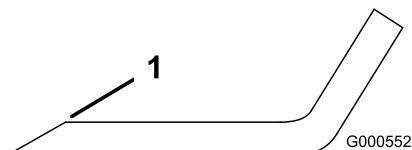
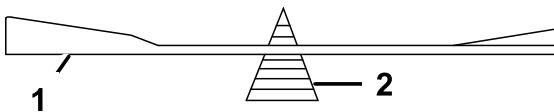

Figure 47
Figure 48
1. Au moyen d'une lime, aiguissez les tranchants aux deux extrémités de la lame (Figure 47). Veillez à conserver l'angle de coupe d'origine. Limez la même quantité de métal sur chacun des deux tranchants pour ne pas déséquilibrer la lame.
- 2. Vérifiez l'équilibre de la lame en la plaçant sur un équilibrEUR (Figure 48). Si la lame reste horizontale, elle est équilibrée et peut être utilisée. Si la lame est déséquilibrée, limez un peu l'extrémité de la partie relevée seulement (Figure 47). Répétez cette procédure jusqu'à ce que la lame soit équilibrée.